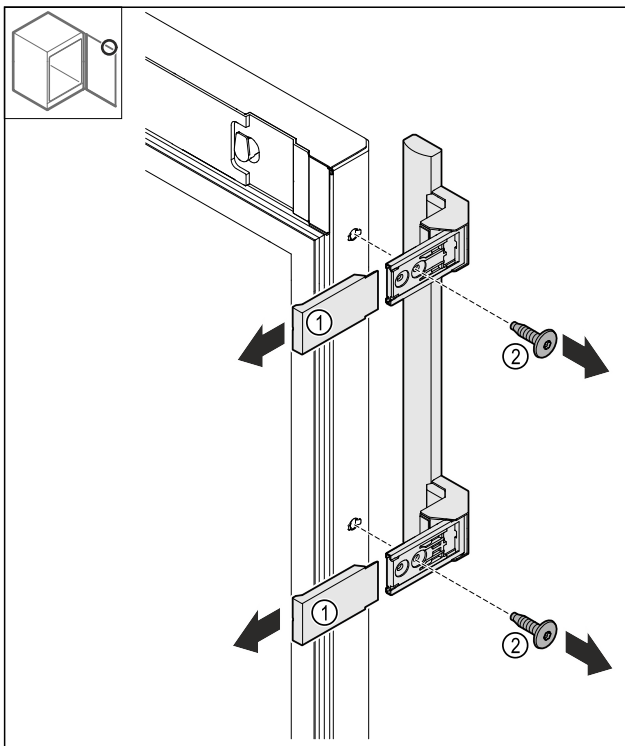

Fig. 24
- Afdekkingen Fig. 24 (1) wegtrekken.
- Schroeven Fig. 24 (2) losmaken.